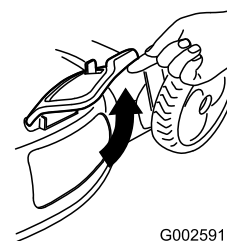

Figure 22
2. Soulevez et ouvrez le volet d'éjection latérale (Figure 22).